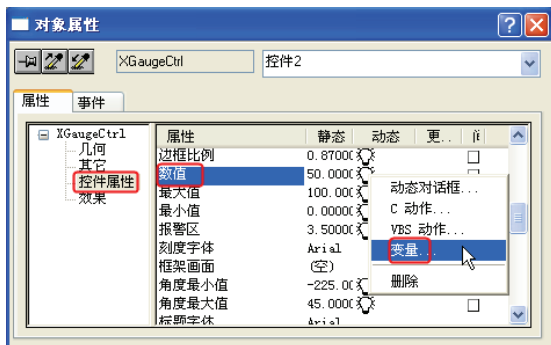

图 5-42 “对象属性”对话框
2) 控件与变量关联。在图形编辑区,选中量表控件,单击鼠标右键,弹出快捷菜单,单击“属性”选项,如图 5-42 所示。选中“数值”属性,用鼠标右键单击右侧的灯泡图标,单击快捷菜单中的“变量”命令找到与之关联的变量(如 C_fill)即可,这样当 C_fill 变化时,量表的指针也随之摆动。量表的其他属性的使用比较简单,在此不作介绍。